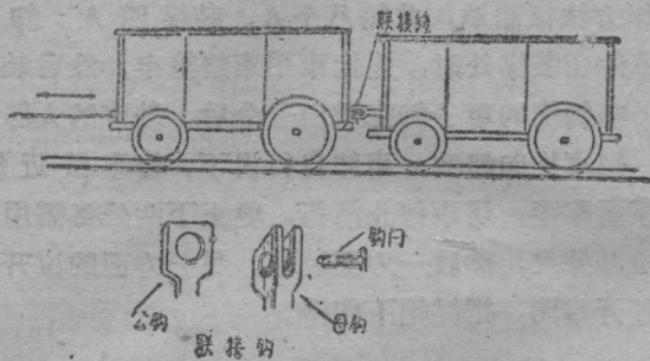

图 9 两车联接方式
1. 該車虽然提高工作效率2.75倍，但由于制作时间仓促，还不合乎理想，尤其卸車的时候用鐵鏟耙煤費時間較长，工作效率不高。經研究，拟每条轨道挂两个車廂，車廂加大加高，木軌加寬，使煤車載重至2000斤如图9，車